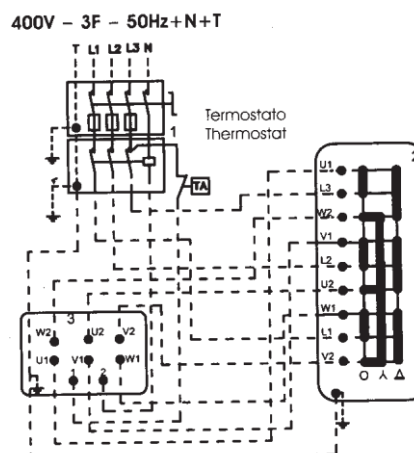

Fig. 3
- 2) Eseguire i collegamenti elettrici di linea e inserire il condensatore C (fig. 3).
- 2) Than make the line connection and insert the condenser C (see fig. 3).
- 2) Exécuter les raccordements électriques de ligne et insérer le condensateur C (fig. 3).